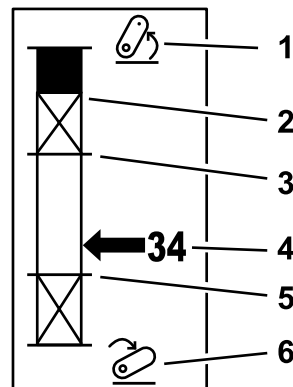

Figure 22
2. Démarrez la machine Outcross et parcourez tous les écrans de l'affichage d'état pour la hauteur d'attelage 3 points (Figure 22).
3. Montez ou baissez l'attelage 3 points et notez la valeur correspondant à la position de l'attelage à la position de transport, la position de manœuvre, la position de travail maximale et la position de travail minimale (Figure 22).
Il s'agit de la hauteur de levage maximale d'un accessoire 3 points. Réglez cette position en levant l'accessoire à la hauteur maximale autorisée ou à l'angle maximal pour un arbre de PDF non engagé, selon la première éventualité. Notez la position de la hauteur indiquée sur l'écran d'état et saisissez-la dans le paramètre sur l'écran de l'InfoCenter (Figure 22).
Ce paramètre est seulement nécessaire pour un accessoire 3 points engagé par la palette de commande. Il s'agit de la position automatique de l'accessoire 3 points quand il est mode manœuvre ou est levé pour éviter un obstacle. Réglez ce paramètre en levant l'accessoire 3 points et confirmez que l'accessoire levé n'endommage pas les dépressions naturelles de la pelouse. Notez la position de la hauteur indiquée sur l'écran d'état et saisissez-la dans le paramètre sur l'écran de l'InfoCenter (Figure 22).
Levez l'accessoire au point le plus élevé autorisé et notez la position de la hauteur indiquée sur l'écran d'état ; saisissez-la dans le paramètre sur l'écran de l'InfoCenter (Figure 22).
Abaissez l'accessoire au point le plus bas autorisé et notez la position de la hauteur indiquée sur l'écran d'état ; saisissez-la dans le paramètre sur l'écran de l'InfoCenter (Figure 22).